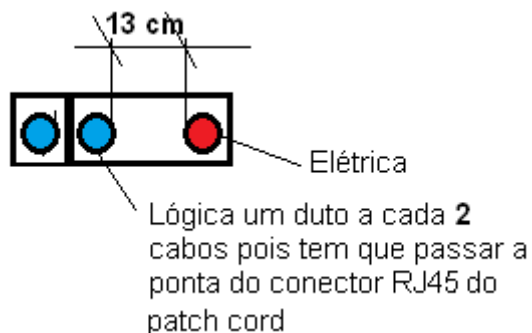

Figura 04: Exemplo em corte de dutos de 1" passados sob o piso para comportar cabos;
- 2) Instalar pontos de rede no móvel, passando cabo UTP pela tubulação exclusiva de no mínimo 1" da parede até o piso dos caixas (Utilizar mesmo dimensionamento da Figura 04);